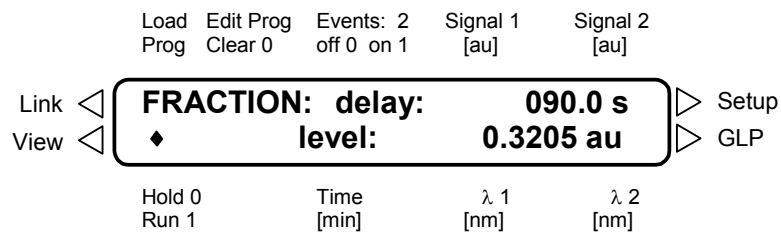

Abb. 9 Menü zur Einstellung der Fraktionssammlersteuerung
1. Gehen Sie im SETUP Menü in das Fenster **FRACTION**, siehe Abb. 9 auf Seite 46.